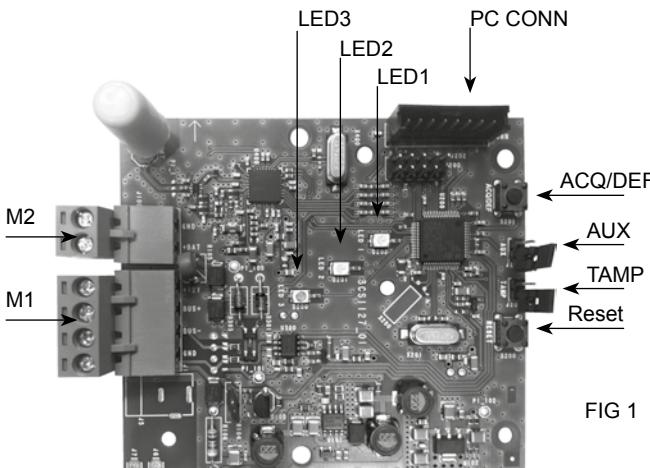

FIG 1
- Installez le contact anti-arrachement (optionnel) sur le fond du MOD-BOX et connectez-le au pontet J2 tamper (Fig.1) de l'interface.